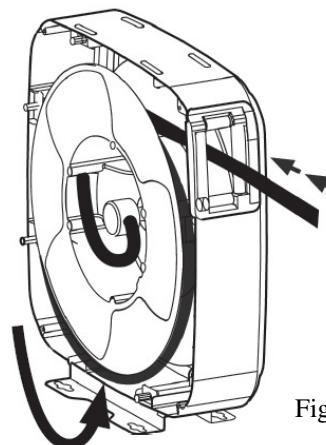

Fig. 13
2. Push the hose back through the hose outlet and make another loop on the spool (Fig. 13). Reassemble the side on the hose reel.
2. För tillbaka en del av slangen genom slangstyrningen och lägg en till öglor på rullen (Fig. 13). Montera tillbaka sidan på slangrullen.